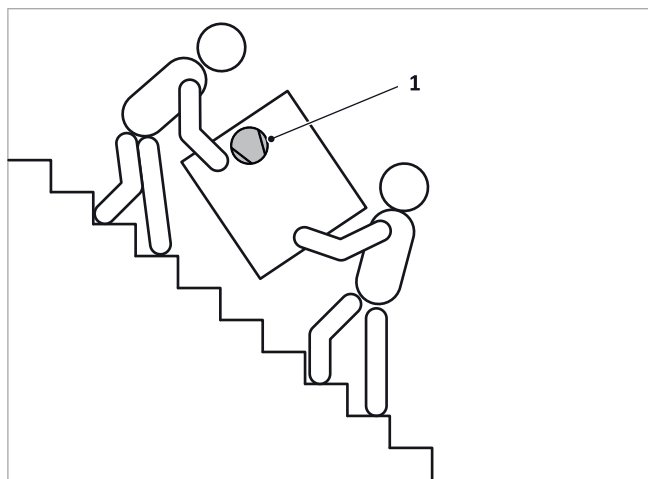

Fig. 3: Trasporto lungo le scale
- Se durante il trasporto il dispositivo deve essere ribaltato, questo dovrà avvenire solo brevemente e solo sul lato longitudinale, mentre il compressore, vedi → *fig. 3 (1)*, deve essere rivolto sempre verso l'alto.